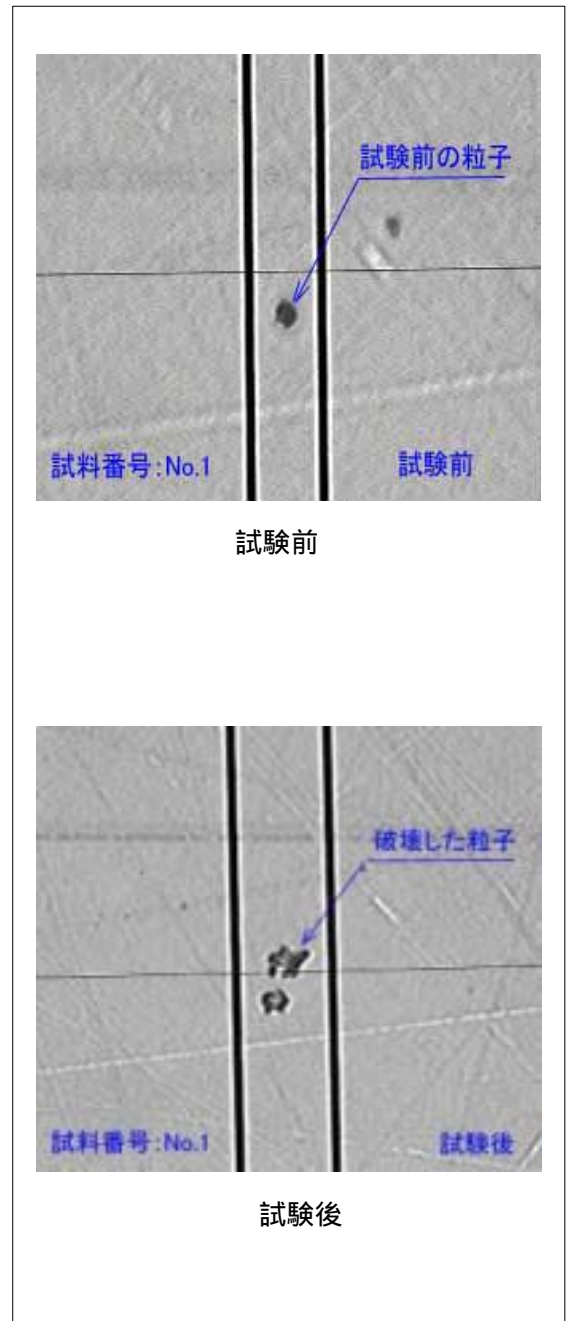

図5 試験前後の粒子画像
- 参考に試料番号 No.1 試験前後の「粒子画像」を図5に示します。